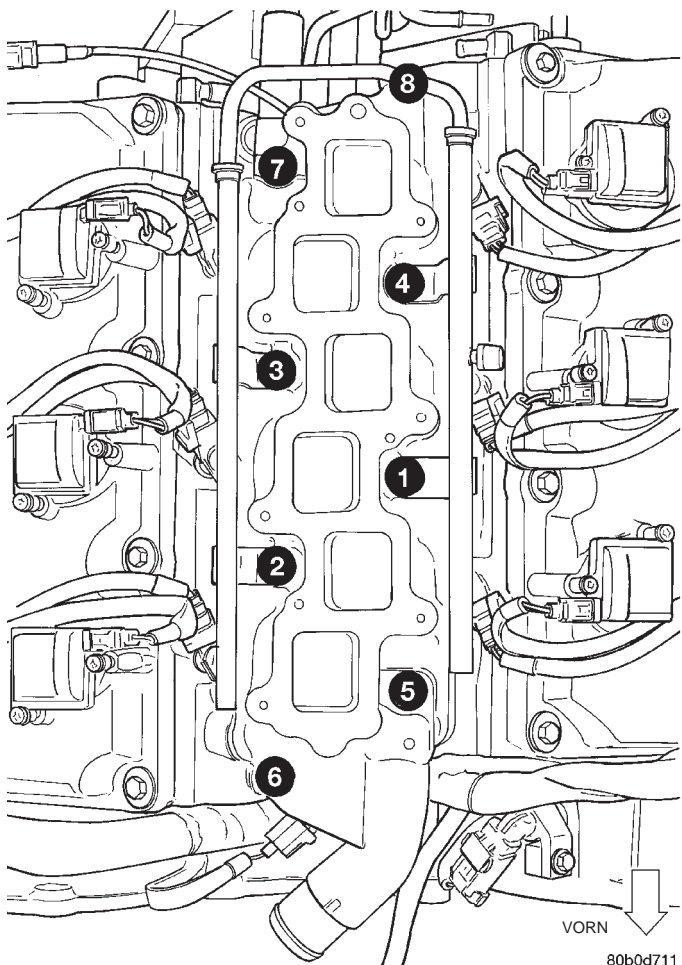

Abb. 15 Anzugsreihenfolge für Ansaugkrümmer-Unterteil
- (2) Dichtungen auf Risse und Einschnitte untersuchen. Nach Bedarf austauschen.
- (3) Die Dichtung und den Ansaugkrümmer an den Dichtflächen am Zylinderkopf anordnen.
- (4) Das Kraftstoffverteilerrohr einschließlich der Einspritzventile einbauen.
- (5) Die Ansaugkrümmer-Befestigungsschrauben eindrehen und mit nach und nach zunehmendem Anzugsmoment in der in (Abb. 15) gezeigten Reihenfolge festziehen, bis ein Anzugsmoment von 28 N·m (250 in. lbs.) erreicht ist.